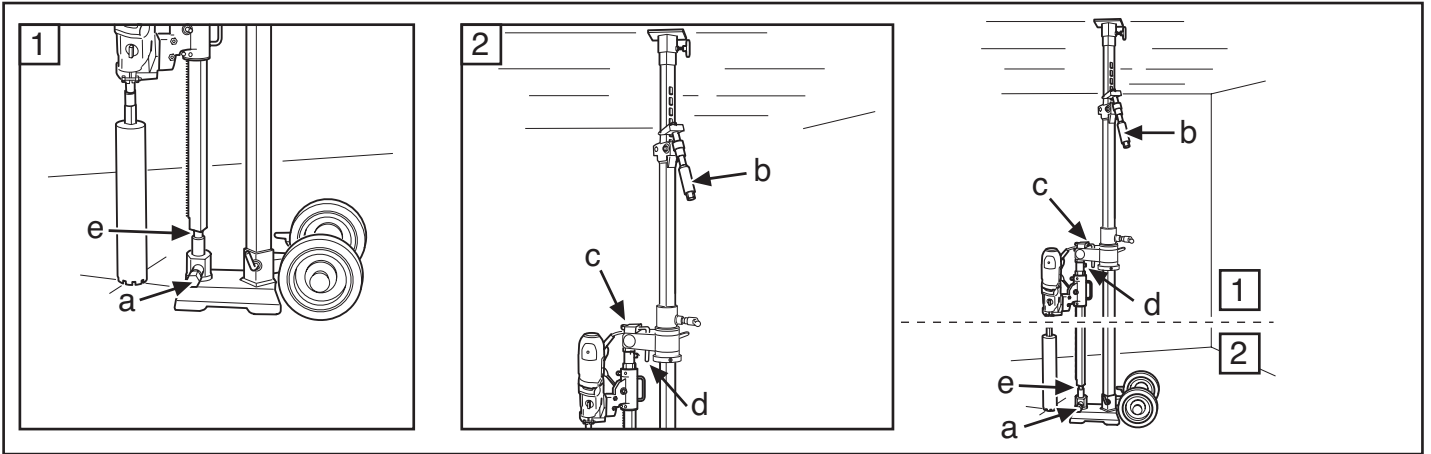

Fig.10
4. Bloquear el tornillo de puntal en el manguito de bloqueo con el tornillo de fijación (a) y la tuerca (e), apretando con una llave de 24/30 mm (fig.10).
4. Bloquear o parafuso de escora no casquilho de bloqueio com o parafuso de fixação (a) e a porca (e), e apertar com chave de 24/30 mm (Fig. 10).
4. Lock the support column screw in the locking sleeve with the locking screw (a) and nut (e), tighten with a 24/30 mm spanner (Fig.10).